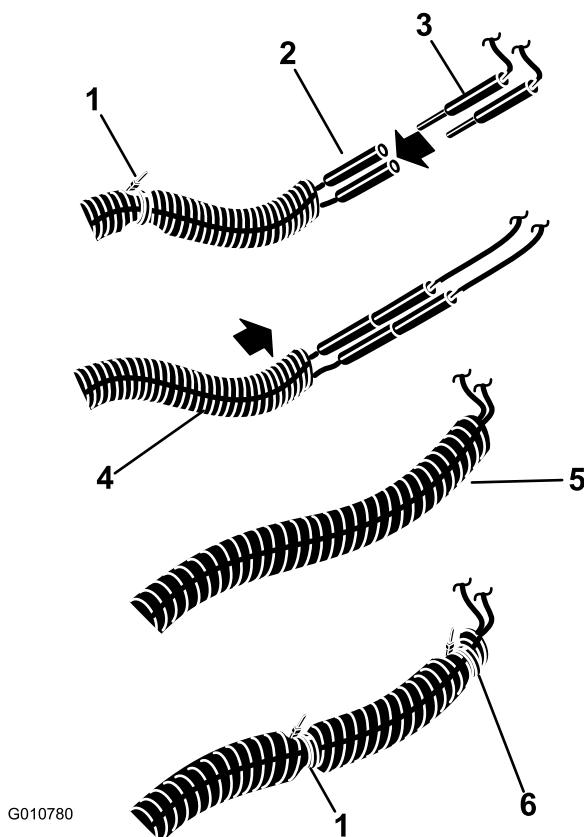

Figure 10
5. Connectez le feu au faisceau de câblage des accessoires (Figure 10).